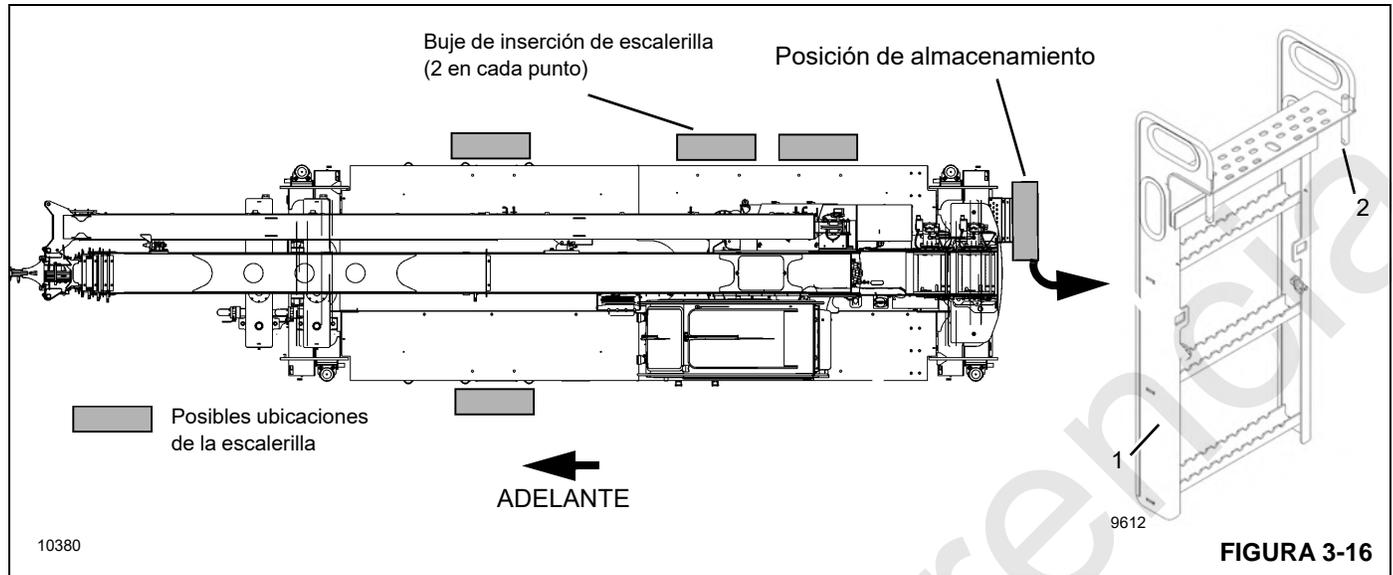
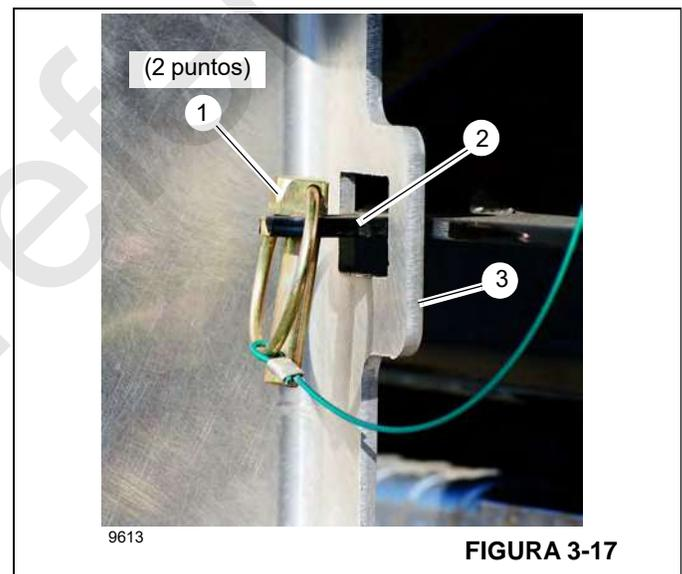

FIGURA 3-16
FIGURA 3-17
Use la escalera móvil (1, Figura 3-16) almacenada en el parachoques (pasajero) trasero derecho para obtener acceso a las diferentes zonas de la plataforma. En la posición almacenada, use la escalera para obtener acceso a la parte trasera de la grúa y al depósito hidráulico y la zona del malacate de la superestructura.
La escalera móvil (1) también puede usarse para obtener acceso a diferentes puntos en la plataforma desde el lado derecho y el lado izquierdo de la grúa. La Figura 3-16 muestra las posibles ubicaciones. La escalera debe estar almacenada en la posición del parachoques trasero y fijada al parachoques con chavetas antes de iniciar el transporte.
1. Retire las chavetas (1, Figura 3-17) de las escuadras (2).
2. Usando las agarraderas, eleve la escalera de modo que los pasadores (2, Figura 3-16) se separen de los agujeros del parachoques trasero.
1. Seleccione el lugar para instalar la escalera. Vea la Figura 3-16 para las posibles ubicaciones.
2. Usando las agarraderas, eleve la escalera sobre la plataforma de modo que los pasadores (2) puedan insertarse en los bujes de la plataforma.
3. Inserte los pasadores de la escalera (2) en los bujes de la plataforma. Asegúrese de que los pasadores de la escalera queden insertados en forma segura en los bujes antes de usarla.
Para almacenar la escalerilla (1, Figura 3-16) en la ubicación del parachoques trasero para el transporte:
1. Eleve y retire los pasadores de la escalerilla (2, Figura 3-16) de los bujes de la plataforma.
2. Eleve la escalerilla e instale los pasadores de la escalerilla (2) en los bujes de la parte superior del parachoques trasero.
3. Instale las chavetas (1, Figura 3-17) en las escuadras (2) para fijar la escalerilla (3) al parachoques trasero.